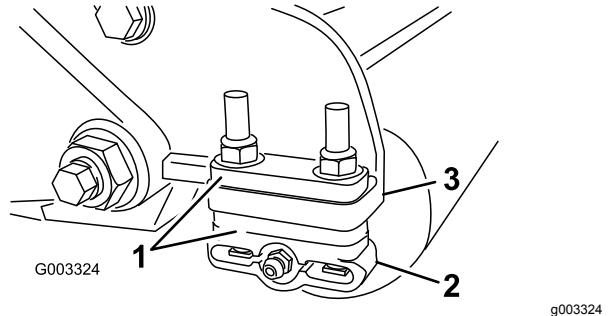

Bild 15
1. Legen Sie die benötigte Anzahl von Distanzstücken unter den Montageflansch der Seitenplatte (**Bild 15**), um die Halterungen der Heckrolle (**Bild 15**) auf die gewünschte Schnithöhe einzustellen, siehe Schnithöhentabelle.